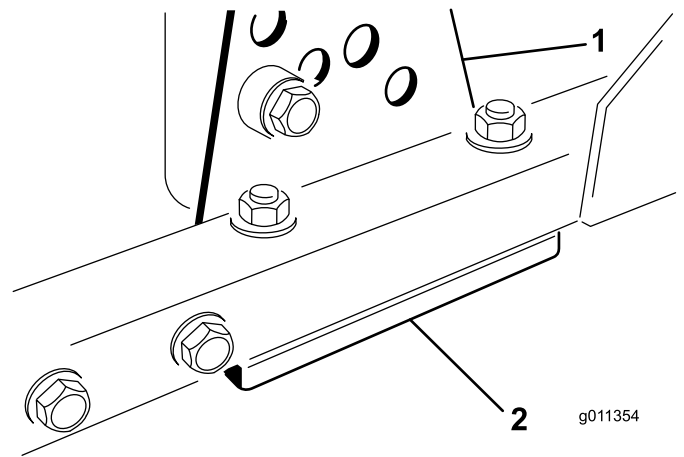

Figure 13
1. Retirez le support de hauteur de coupe (avant, gauche ou droit) du bâti du plateau de coupe (Figure 13).
2. Placez des cales de 1,5 mm et/ou une cale de 0,7 mm entre le bâti et le support du plateau pour obtenir la hauteur de coupe voulue (Figure 13).